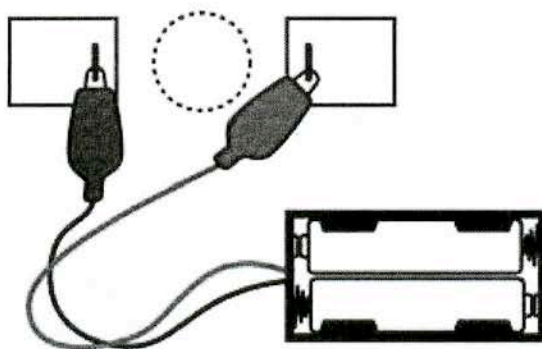

図8 電池ボックスとクリップ台のつなぎ方
2. ワニ口クリップを使って電池ボックスとクリップ台を図 8 のようにつなぎます。どちらにつないでもかまいませんが、電池をショートさせないように気をつけましょう。2つのクリップ台の中央に磁石を置いてください。